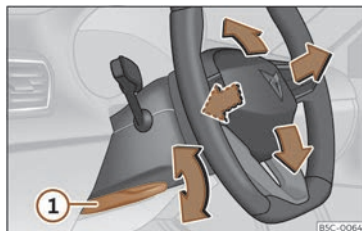

Fig. 83 Leva nella parte inferiore del lato sinistro del piantone dello sterzo.
- Tirare la leva >>> **fig. 83** ① verso il basso, muovere il volante verso la posizione desiderata e risollevarlo la leva fino al punto di chiusura.
- Dopo aver regolato il piantone dello sterzo, spingere fermamente la leva >>> **fig. 83** ① verso l'alto affinché il volante non cambi posizione accidentalmente durante la marcia.